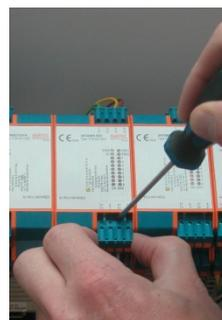

Рисунок 3
- Ослабить съемные упругие клеммы при помощи отвертки (рис. 3).